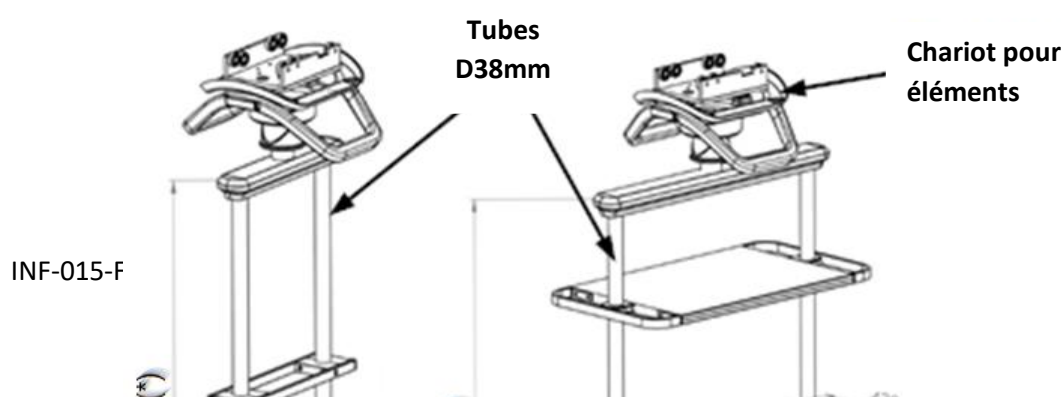
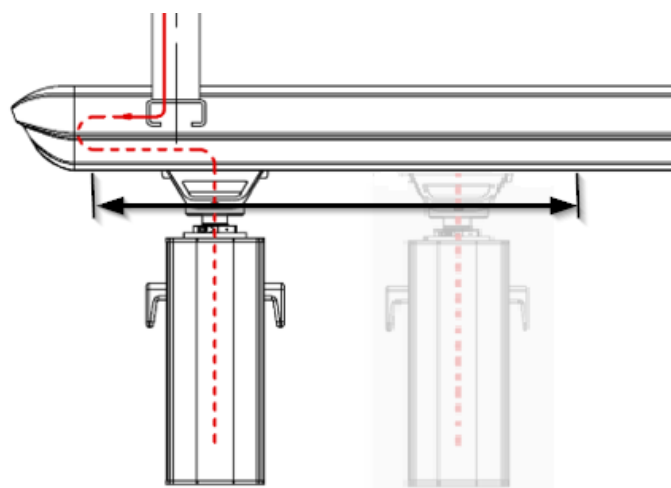

Fig. 6 Détail du chariot pour ABITUS
Fig. 8 Déplacement d'un carrousel sur le corps principal d'ABITUS
Élément mobile qui se déplace sur une longueur définie à l'intérieur d'une section ABITUS avec deux tubes structurels de 38 mm de diamètre sur lesquels d'autres éléments accessoires peuvent être soutenus. La distance entre les tubes (L) peut être de 300 mm, 500 mm et 700 mm. La figure 6 montre la variante de 300 mm et la variante de 700 mm.
Dans l'exemple de la figure 6, vous pouvez voir deux ensembles de rails techniques sur les tubes structurels (image de gauche dans la figure 6) et deux plateaux, l'un avec des tiroirs individuels (image de droite dans la figure 6). La longueur standard des tubes est de 1400 mm. Pour des longueurs spéciales, veuillez contacter le fabricant.
Un élément mobile qui se déplace sur une longueur définie à l'intérieur d'une section ABITUS et qui supporte les têtes de service et leurs accessoires. Ceux-ci peuvent être fixés directement au carrousel (image de gauche dans la figure 6) ou via un bras d'extension de 0,6 m (image de droite dans la figure 6). La course de ce carrousel est définie par la mise en place de butées qui limitent son déplacement et l'empêchent ainsi d'entrer en conflit ou de se heurter à d'autres éléments de la salle ou à l'équipement ABITUS lui-même. Voir la figure 8.